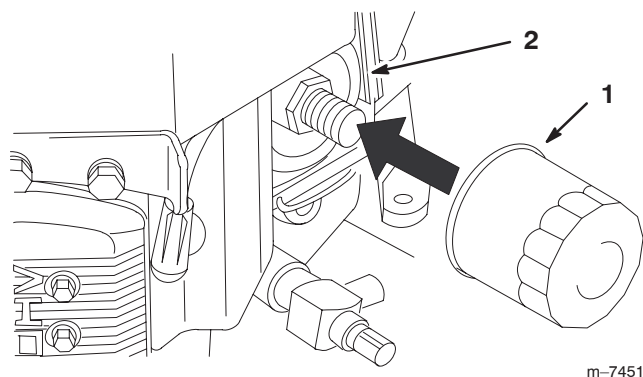

Figure 33
2. Déposez le filtre à huile usagé (Fig. 33).
3. Appliquez une fine couche d'huile neuve sur le joint en caoutchouc du filtre de rechange (Fig. 33).
4. Posez le filtre à huile de rechange sur l'adaptateur, tournez le filtre dans le sens horaire jusqu'à ce que le joint en caoutchouc touche l'adaptateur, puis serrez le filtre de 3/4 de tour supplémentaire (Fig. 33).